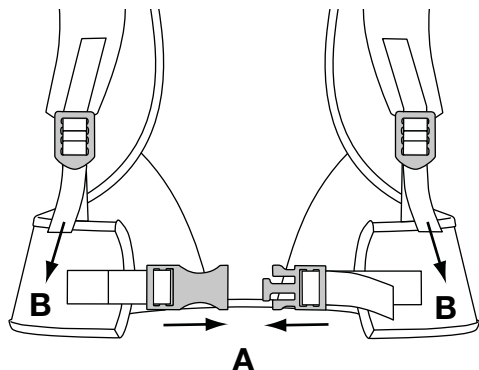

Fig. 17
2. Fermer le support de taille du système de support en cliquant les deux attaches (Fig. 17, A).
4. Tirez sur les poignées du support d'épaules pour les resserrer (Fig. 17, B).